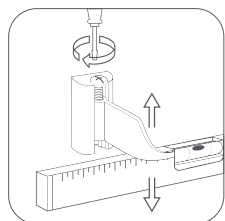

рис. 3
**!** Не снимайте полиэтиленовую защитную пленку с радиатора до окончания ремонтных работ. Для того, чтобы идеально ровно смонтировать радиатор к стене, используйте оригинальные регулируемые кронштейны Royal Thermo (рис. 3).